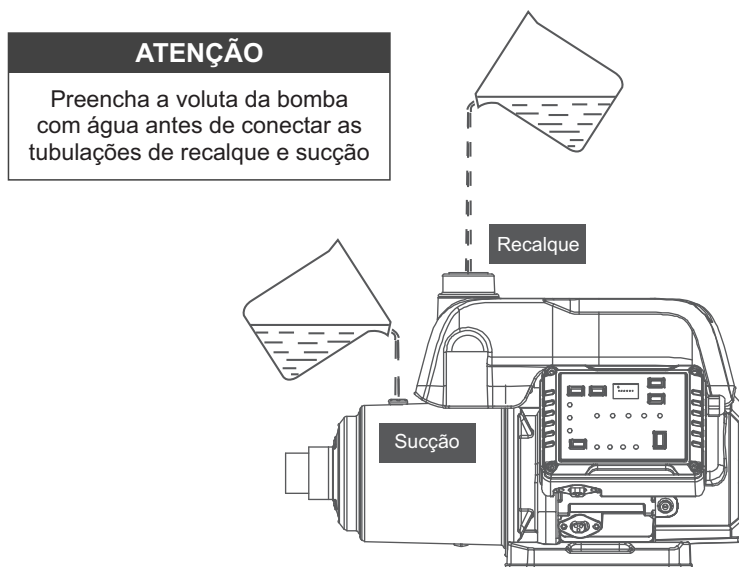

Figura 6
8.25 Escorve o pressurizador antes de conectar a tubulação de recalque. Para isso, deve-se preencher a tubulação de sucção e o corpo da bomba com água limpa, de forma a retirar todo o ar, utilizando o parafuso de escorva (figura 6).